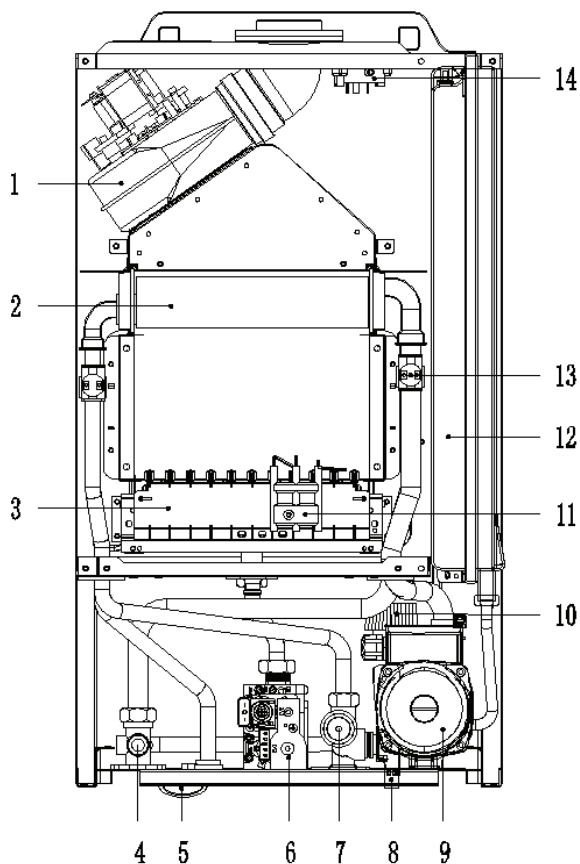

рис.3.
3.6.2. Модель с теплообменником битермического типа (рис.3).